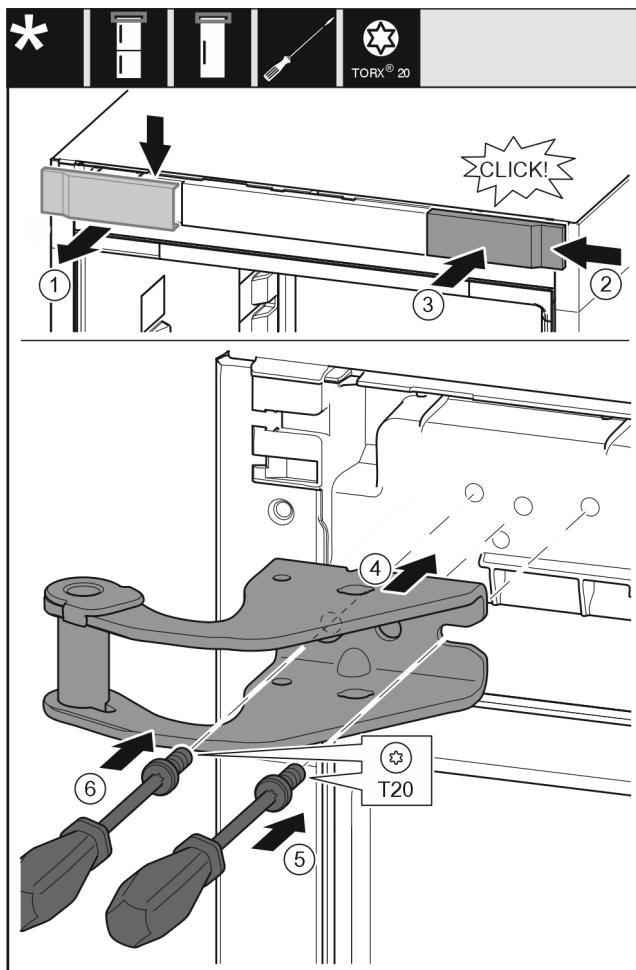

Fig. 14
- ▶ Зніміть кришку Fig. 14 (1), що знаходиться вгорі, рухом уперед.
- ▶ Поверніть кришку Fig. 14 (2) на 180° і повісьте її з іншого боку праворуч.
- ▶ Зафіксуйте кришку Fig. 14 (3).
- ▶ Встановіть верхній опорний кронштейн Fig. 14 (4).
- ▶ Встановіть та закрутіть гвинт Fig. 14 (5) за допомогою викрутки.
- ▶ Встановіть та закрутіть гвинт Fig. 14 (6) за допомогою викрутки.